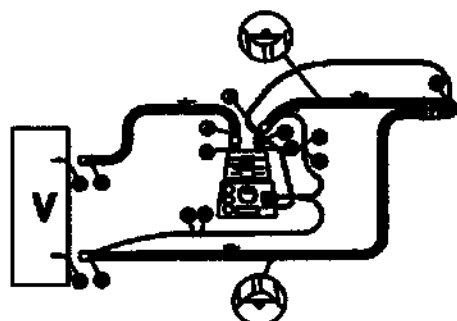
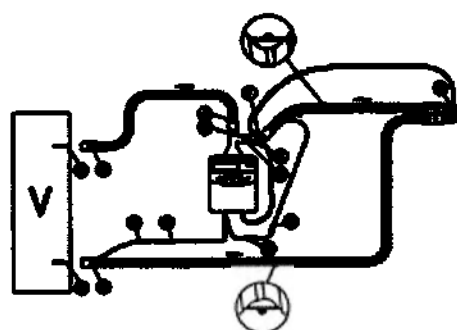

Рисунок 2
Рисунок 3
9. Информация о порядке установки, монтажа, настройки, калибровки и иных действиях, необходимых для ввода медицинского изделия в эксплуатацию	ИНСТРУКЦИЯ ДЛЯ ПОЛЬЗОВАТЕЛЯ: Для того чтобы присоединить контур к увлажнителю вентилятора, надо сделать следующее: 1. Извлеките контур из заводской упаковки. 2. Присоедините не нагреваемую часть патрубка вдоха (А) к входу увлажнителя (А1). 3. Присоедините второй патрубок вдоха (В) к выходу увлажнителя (В1). 4. Присоедините магистраль вдоха контура (С) к порту вдоха аппарата ИВЛ (С1). 5. Соедините магистраль выдоха контура (D) с портом выдоха аппарата ИВЛ (D1). 6. Вставьте температурный датчик больного в соответствующий порт коннектора (Е). 7. Если увлажнитель снабжен датчиком мониторинга температуры газа на выходе, датчик следует вставить в порт коннектора на выходе увлажнителя (F). Некоторые контуры могут быть снабжены двумя соединителями с выходными отверстиями увлажнителей; прозрачный предназначен для увлажнителей F&P™* MR 730, HUDSON RCI™* и Bear™*; тогда как зеленый – только для увлажнителя F&P™* MR 850. Перед подсоединением зонда, убедитесь в том, что соединитель, вставленный в отверстие для увлажнителя совместим с применяемым увлажнителем. Применение несовместимого соединителя может привести к неправильной его работе или выходу из строя. 8. С помощью специального адаптера (переходника) соедините электрический коннектор провода нагрева (G) вдоха с соответствующим гнездом питающего кабеля увлажнителя (G1). 9. Если двойные дыхательные контуры используются с устройством Fisher & Paykel™* (рис. 2), красный электрический коннектор магистрали вдоха (G) соединяется с красным патрубком адаптера (G1), а синий электрический коннектор магистрали выдоха (H) – с синим патрубком адаптера (H1). 10. Если используется двойной дыхательный контур для увлажнителя HUDSON RCI™* (рис. 3), следует применять два адаптера. Соединение осуществляется следующим образом: ♦ голубой электрический коннектор магистрали вдоха (G) с помощью адаптера присоединяется к короткому концу кабеля увлажнителя с голубым коннектором (G1); ♦ желтый электрический коннектор магистрали выдоха (H) с помощью адаптера присоединяется к длинному концу кабеля увлажнителя с желтым коннектором (H1). 11. Установите на шкале увлажнителя требуемую температуру и проверьте правильность соединений, как показано на рисунках 1, 2 и 3. Контур может иметь односторонние клапаны; перед использованием таких клапанов в работе проверяйте их на рабочую функцию и направление потока. Максимальный срок использования прибора: 48 часов. Если дыхательный контур применяется с фильтром, фильтром/тепловлагообменником или тепловлагообменником, заменяйте его через каждые 24 часа.